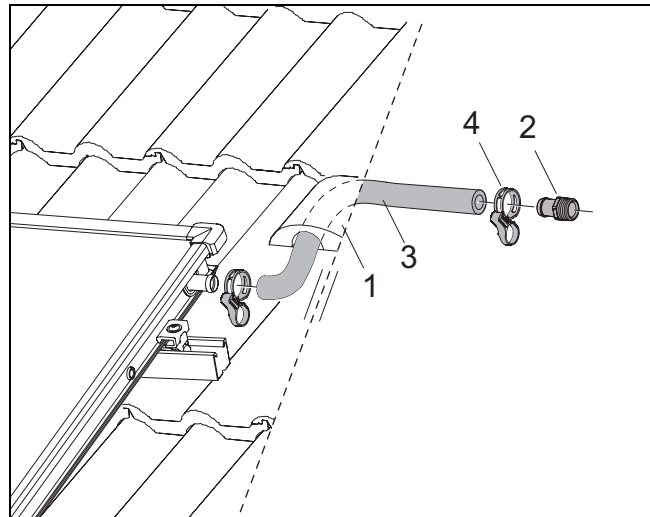

Bild 48 Vorlaufleitung montieren (ohne Entlüfter am Dach)
- ▶ Solarschlauch (1000 mm, Bild 48, [3]) auf den Vorlaufanschluss des Kollektorfeldes aufschieben und mit Federbandschelle (Bild 48, [4]) fixieren.
- ▶ Solarschlauch bis zum Anschlag auf die Schlauchtülle mit Klemmringverschraubung (Bild 48, [2]) schieben und mit Federbandschelle sichern.
- ▶ Sammelleitung an die Schlauchtülle R $\frac{3}{4}$ mit Klemmringverschraubung (18 mm) (Bild 48, [2]) anschließen. Mit dem Rücklaufanschluss genauso verfahren.